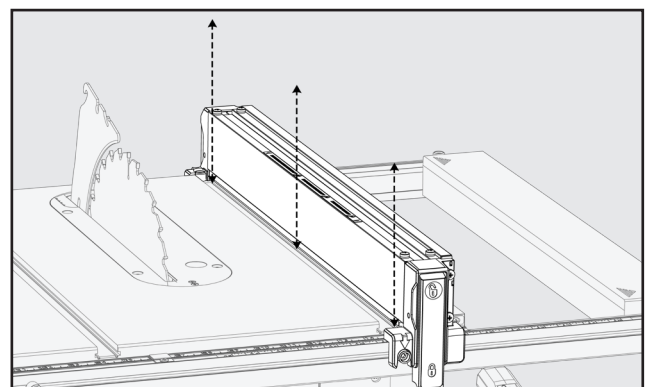

Figure 37
5. Déplacez les pattes d'extension (avec le guide fixé) de façon à ce que la face intérieure du guide soit au même niveau que le bord de la fente d'onglet (mesurée à l'étape 1). Voir la Figure 37.